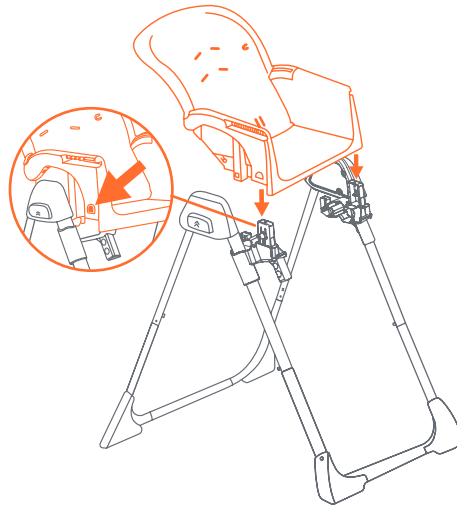

Fig. 5e
- Alinee la base del asiento con el soporte de altura. Asegúrese de que los soportes estén bloqueados en la base del asiento (Fig. 5e).